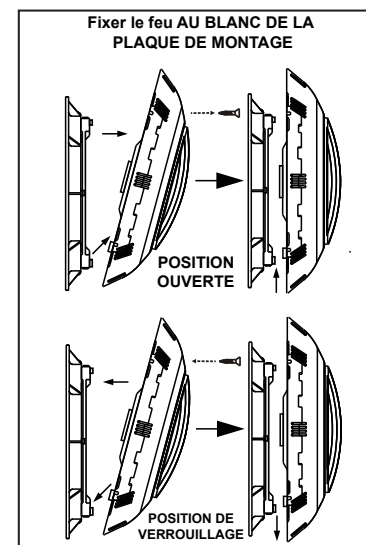

Figure 6.
6. Faites glisser l'onglet près de fond à l'intérieur de la lumière dans la fente en bas de la plaque de montage blanc. Utiliser ensuite la vis fournies pour fixer la lumière au trou aligné dans le haut de la plaque de montage blanc. (voir Figure 6).